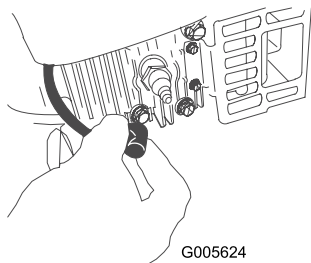

Figura 36
2. Staccate il cappellotto dalla candela prima di eseguire interventi di manutenzione (Figura 36).